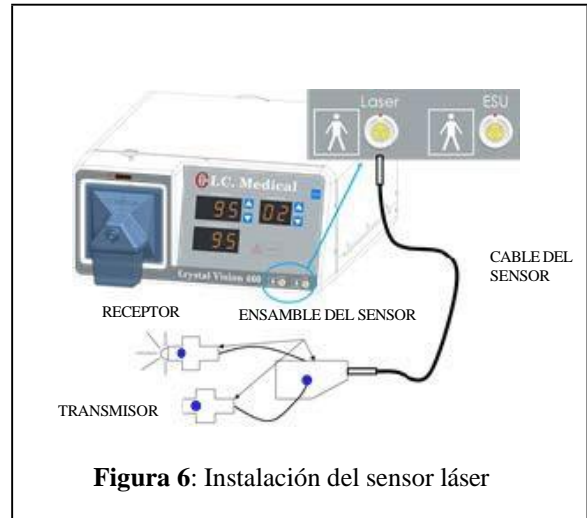

Figura 6: Instalación del sensor láser
1. Conecte el cable del sensor (Figura 6) al conector LASER del CRYSTAL VISION® y a la caja del conector del sensor.